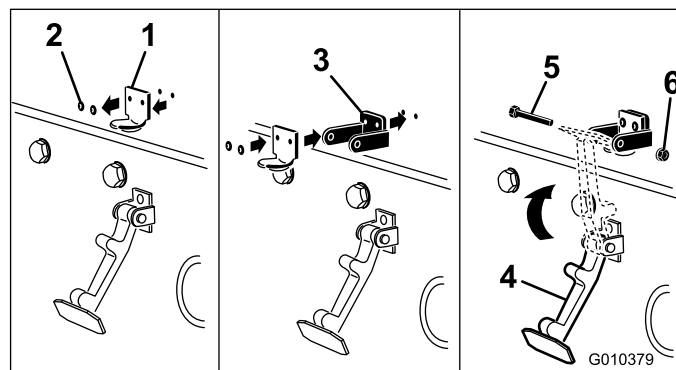

図 4
2. フード・ラッチ・ブラケットをフードに固定しているリベット (2本) を外す (図 4)。フードからフード・ラッチ・ブラケットを取り外す。
3. CE 用ロック・ブラケットとフード・ラッチ・ブラケットの取り付け穴をそろえて、フードの上に位置決めする。ロック・ブラケットをフードに当てて取り付ける (図 4)。
5. フード・ラッチ・ブラケットにラッチを入れる (図 4)。
6. ボルト (1/4 x 1-1/2 in) をフード・ロック・ブラケットを通して挿入し、ロックナットで固定する (図 4)。